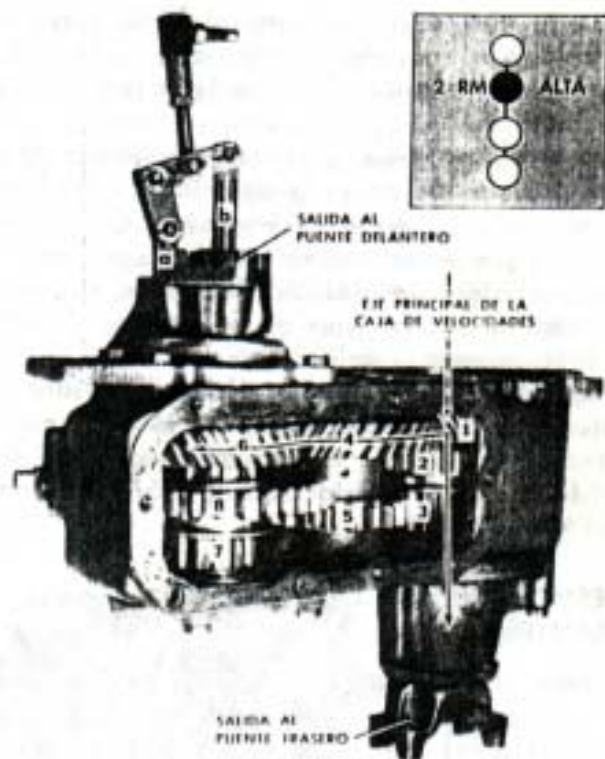

Fig. 285. — Vista de la caja en "Alta Simple Tracción".
Alta simple tracción (Fig. 285). Este punto se logra desplazando la palanca hacia atrás, en la cabina, hasta encontrar el primer punto de fijación. Esto ocasionará, además de apagar la luz indicadora de "cuatro ruedas" que la barra de cambio (a) retroceda, ocasionando con ello el desplazamiento del engranaje desplazable (8), desacoplándose así la tracción delantera, por desvincularse el eje (7) del engranaje (6) que girará libre.
A la derecha de la Fig. 285, está esquematizado el recorrido y la posición de la perilla de la palanca ubicada en la cabina.